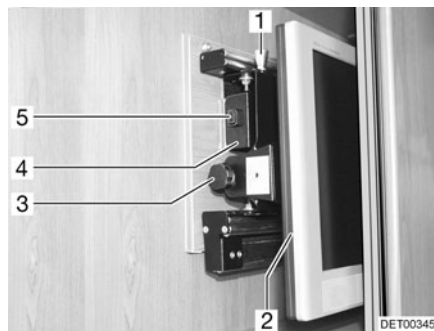

Fig. 71 Armario de TV
- Presionar el botón de desbloqueo (Fig. 71,5) y tirar el soporte para la pantalla plana hacia adelante hasta el tope agarrándolo del tirador (Fig. 71,4).
- Tirar del botón de desbloqueo (Fig. 71,1) y girar el televisor (Fig. 71,2) a la posición deseada.
- Soltar el tornillo moleteado (Fig. 71,3).